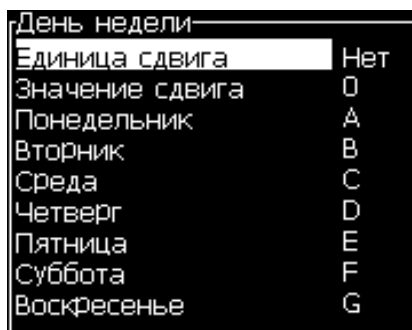

Рисунок 5-46: Закодированный день недели
- 3 Выберите *Setup Encoded Day of Week* (Установка закодированного дня недели) и нажмите *Enter* (ввод), чтобы открыть диалоговое окно *Day of Week* (День недели) (смотрите Рисунок 5-46 на странице 5-59).